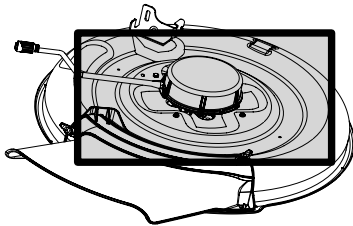

Figura 13
- Limpie la parte superior de la plataforma del tractor. Consulte la Figura 13.